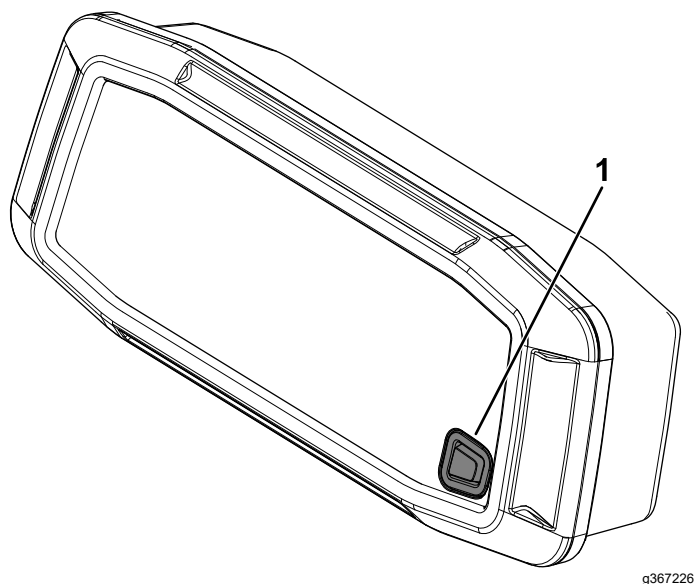

Figura 85
1. Mantenga pulsado el botón (Figura 85) durante al menos 10 segundos.